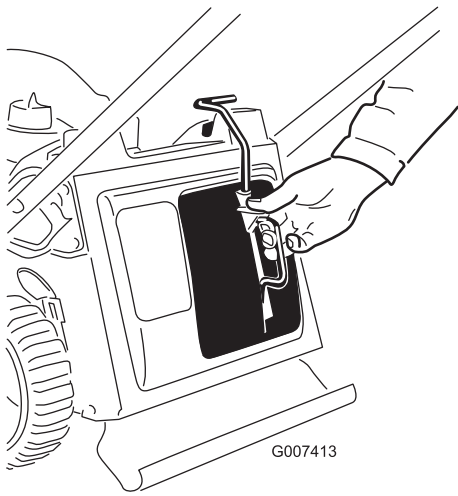

Figure 11
2. Appuyez sur le bouton du levier avec le pouce et insérez complètement l'obturateur de mulching dans l'ouverture (Figure 11).